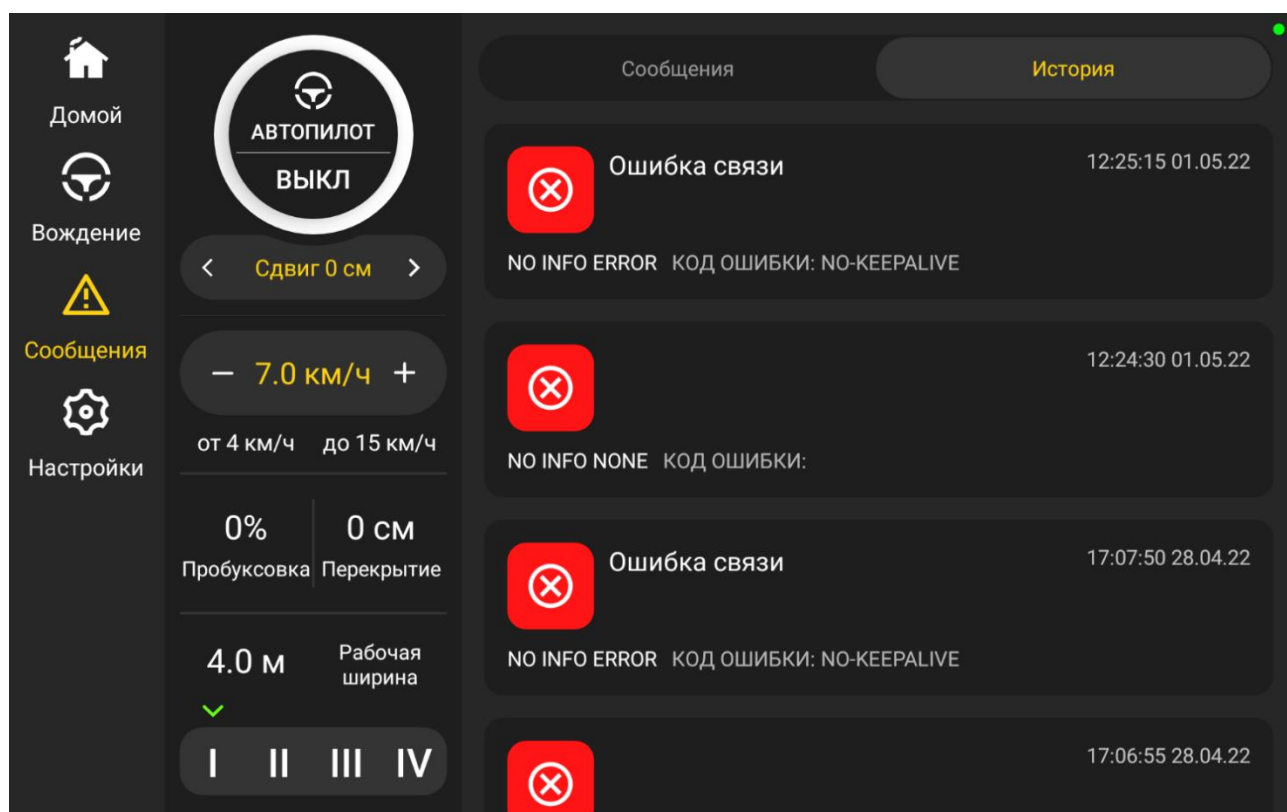

Рисунок 19 – Перечень сообщений
Список всех показанных сообщений сохраняется и отображается на вкладке **Сообщения** (см. рисунок 19).
1) в левой части главного экрана выберите вкладку **Настройки** (см. рисунок 19);